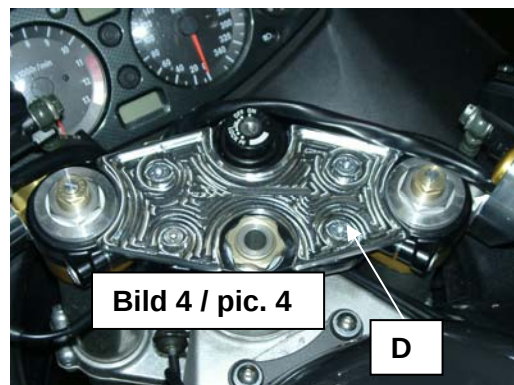

Bild 4 / pic. 4
14. Abdeckblende mit Schrauben M6 befestigen. (Bild 4 [D]).